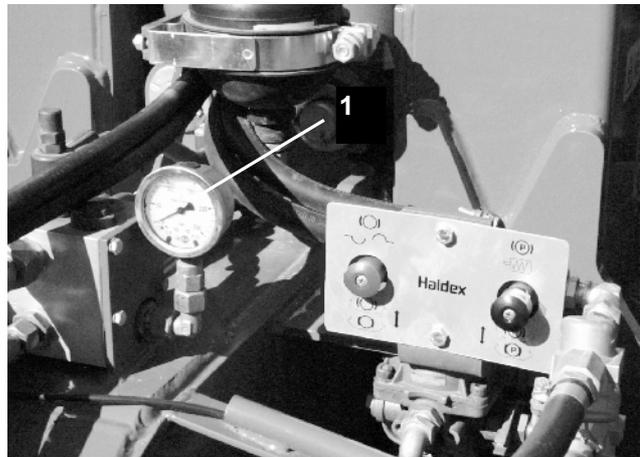

Fig. 36
- Le manomètre (Fig. 36/1) indique la pression des vérins.